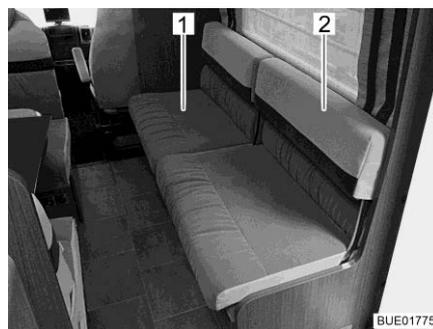

Fig. 98 Ajuste de la superficie del asiento
- Levantar ligeramente la superficie del asiento (Fig. 98,1).
- Agarrar el cojín de nuca (Fig. 98,2) y girar el mismo hacia abajo con precaución.